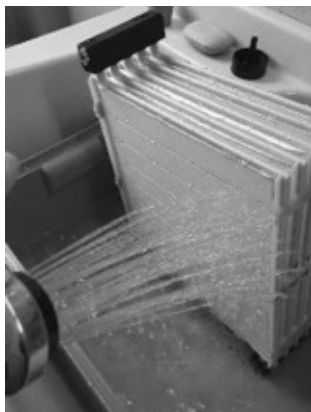

Fig. 17: Éliminer la poussière
7. Vérifiez si la surface de la membrane « A » (voir Fig. 17) de l'insert de l'humidificateur présente des traces de poussière, des décolorations et s'il y a de la saleté et des résidus d'eau dans la gaine.
- Éliminez soigneusement les traces de poussière avec le jet d'eau doux d'une douchette (voir Fig. 17). Les éléments internes de l'humidificateur peuvent également être nettoyés de cette façon.